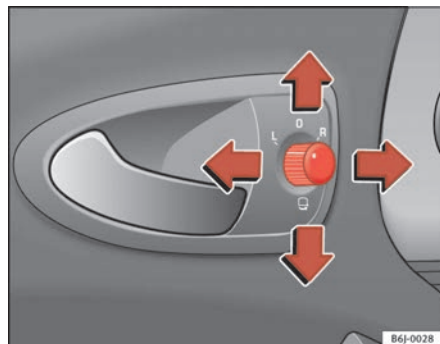

Fig. 64 Regolazione degli specchi retrovisori esterni
1. In primo luogo, ruotare la manopola ⇒ **fig. 64** portandola nella posizione **L (specchietto esterno sinistro)**.
- Per far ripiegare su se stessi gli specchietti esterni si deve ruotare la manopola ⇒ **fig. 64** portandola nella posizione . Si consiglia di richiudere sempre gli specchietti esterni quando si porta il veicolo all'autolavaggio, altrimenti potrebbero danneggiarsi.